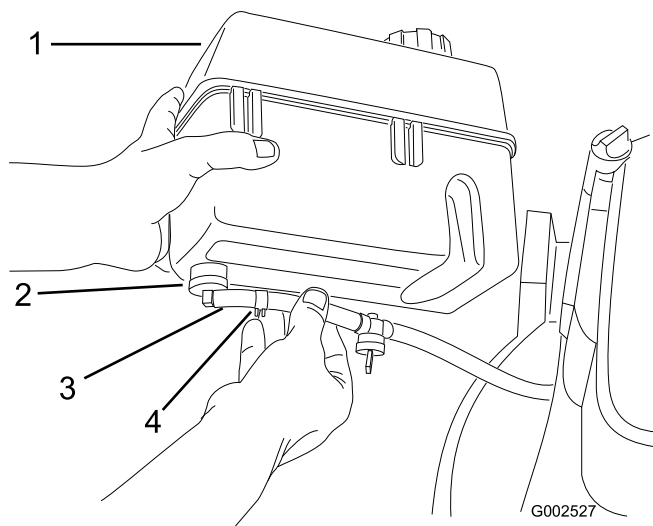

Figura 4
1. Inserite nel gomito l'estremità del tubo di alimentazione (Figura 4).
2. Fissate il tubo di alimentazione usando l'apposito collare (Figura 4).